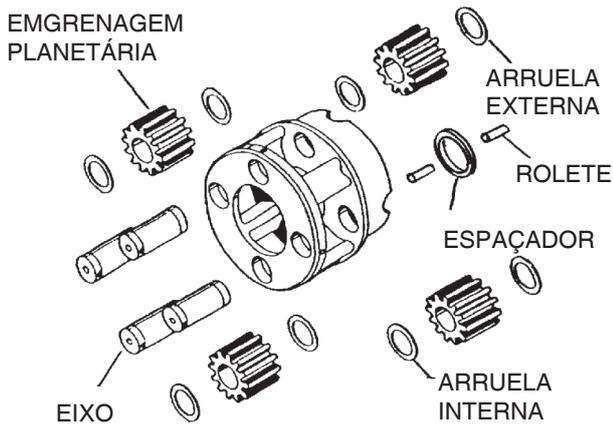

Figura 31
G. Remova os eixos, as engrenagens planetárias e as arruelas internas e externas (Figura 31).